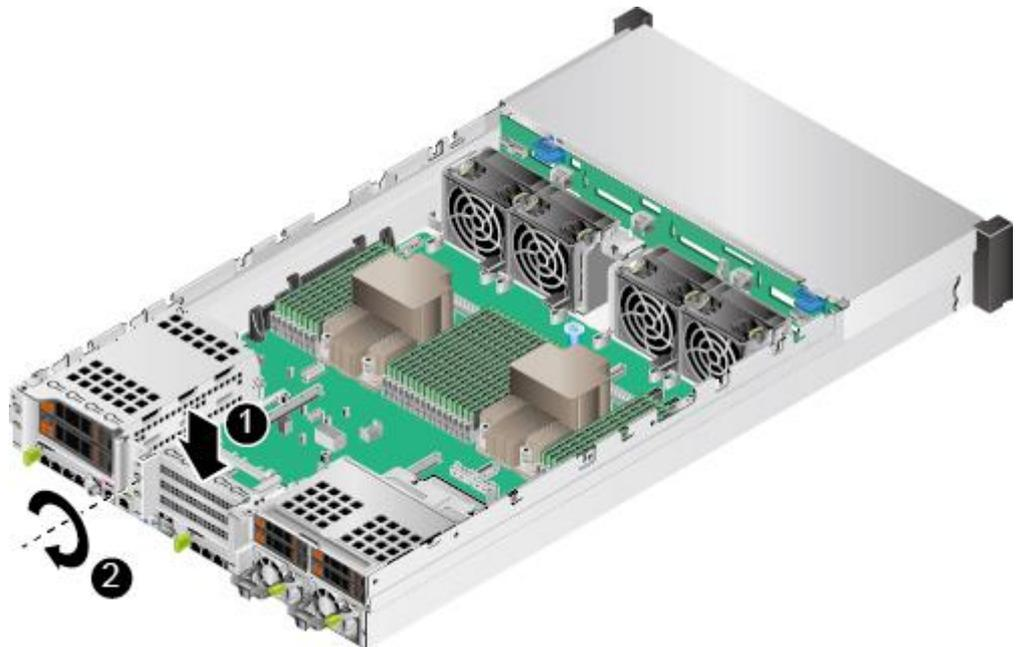
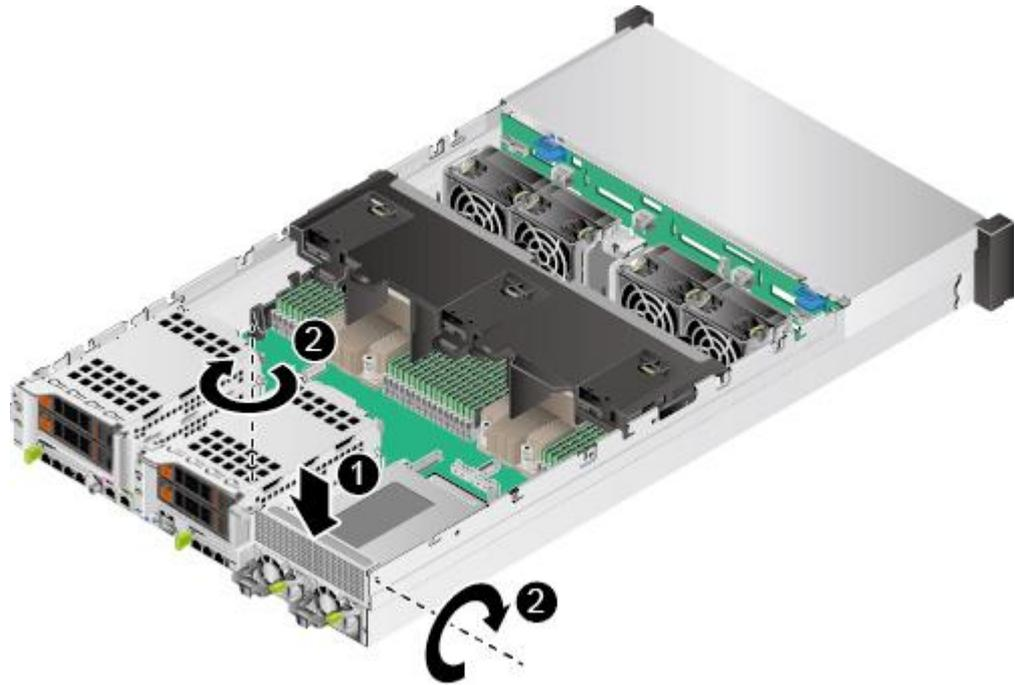

图 3-22 安装空闲挡板 (1)
图 3-23 安装空闲挡板 (2)
8. 如果不立即安装 Riser 托架, 请安装 Riser 卡空闲挡板, 如图 3-22 和图 3-23 所示。